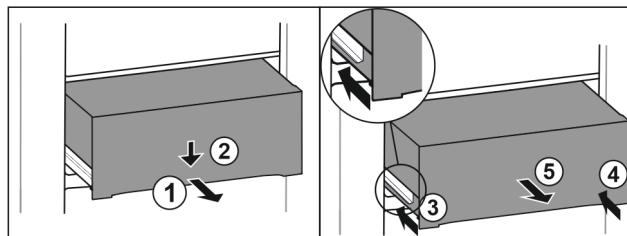

Fig. 129
- 将抽屉拉出一半。Fig. 129 (1)
- 朝下按压正面的抽屉。Fig. 129 (2)
- 将左侧轨道推入大约 2 cm。Fig. 129 (3)
- 将右侧轨道推入大约 2 cm。Fig. 129 (4)
- 朝前取出抽屉。Fig. 129 (5)